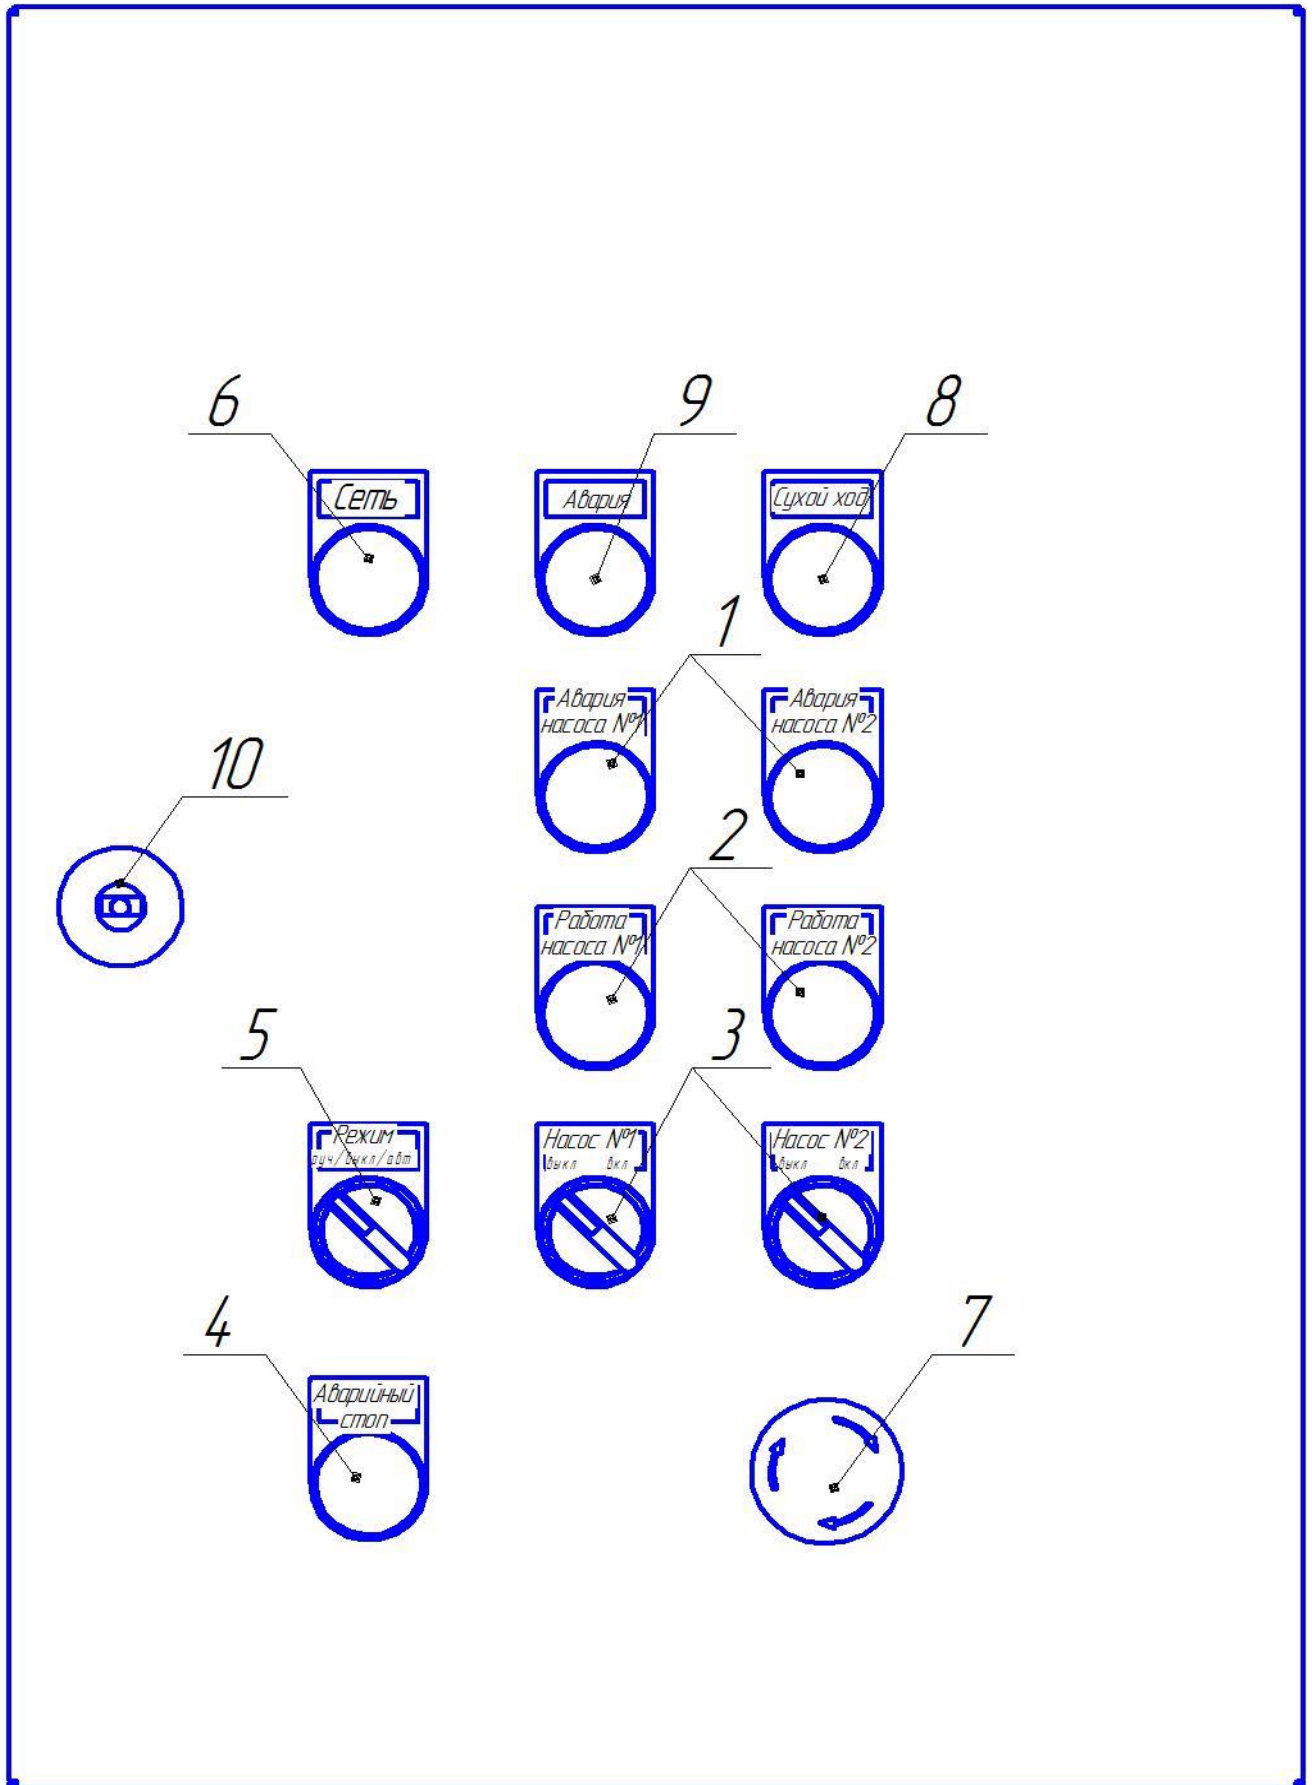

Рис. 2 Органы управления и индикации пульта управления
3.3 Назначение органов управления и индикации передней панели пульта, указанных на рис.2, приведены в таблице 3.
- Установите переключатели насосов «Выкл./Вкл.» (рис.2 поз.3), в положение «Выкл.».
- Установите переключатель «Режим Ручн./Выкл./Автом.» (рис.2 поз. 5) в положение «Выкл.».
- Включите переключатель электропитания станции (рис.2 поз .9) в положение «Вкл.», загорится светодиод «Сеть» (рис.2 поз. 6).
- Проверьте правильность вращения рабочего колеса насоса. Переведите переключатель «Режим Ручн./Выкл./Автом.» (рис.2 поз. 5) в положение «Ручн.».
- Запустите насос на 2-3 секунды включением одного из переключателей насосов «Выкл./Вкл.» (рис.2 поз. 3) в положение «Вкл.», и внимательно наблюдая за вращением крыльчатки охлаждения электродвигателя, определить направление вращения рабочего колеса. Рабочее колесо должно вращаться по направлению стрелки, изображенной на корпусе насоса. Аналогично проверьте направление вращения рабочего колеса второго насоса.
- включить переключатель электропитания станции (рис.2 поз .9) в положение «Вкл.», при этом должен загореться светодиод «Сеть» (поз. 6)..
- установить переключатели насосов, которые будут находиться в работе «Выкл./Вкл.» (рис.2 поз. 3), в положение «Вкл.».
- установить переключатели насосов, которые не будут находиться в работе «Выкл./Вкл.» (рис.2 поз. 3), в положение «Выкл.».
- переключатель «Режим Ручн./Выкл./Автом.» (рис.2 поз. 5) установить в положение «Ручн.».
- включить переключатель электропитания станции (рис.2 поз .9) в положение «Вкл.», при этом должен загореться светодиод «Сеть» (рис.2 поз. 6)..
- установить переключатели насосов «Выкл./Вкл.» (рис.2 поз. 3) в положение «Вкл.».
- переключатель «Режим Ручн./Выкл./Автом.» (рис.2 поз. 5) установить в положение «Автом...».
5.5 При возникновении нештатной ситуации для одновременной остановки всех насосных агрегатов необходимо нажать кнопку аварийной остановки (рис.2 поз.7). В нажатом положении кнопка фиксируется и загорается индикатор «Аварийный стоп» (рис.2 поз.4)
5.7 Индикатор «Сухой ход» (рис.2 поз.8) мигает после срабатывания реле протока.
Индикатор «Сухой ход» (рис.2 поз.8) после срабатывания поплавкового выключателя горит не мигая.
При срабатывании реле протока станция аварийно отключится через 8-10сек. Отключение данного аварийного режима происходит после установки переключателя «Режим Ручн./Выкл./Автом.» (рис.2 поз.5) в положение «Выкл.» или выключении электропитания на насосную станцию. Последующее включение насосной станции возможно только при наличии перекачиваемой жидкости во всасывающем коллекторе и насосах.